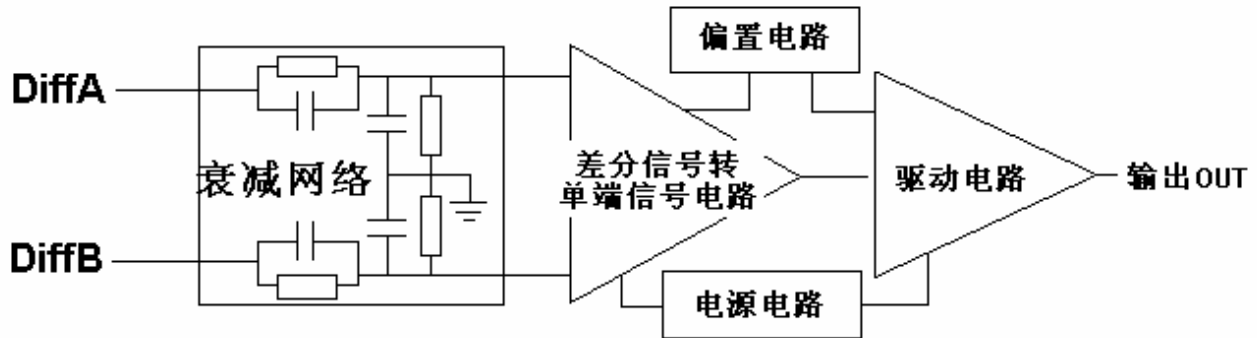

图6 差分探头常见原理框图
**带宽（通用）：**所有探头都有带宽。探头的带宽是指探头响应导致输出幅度下降到  $70.7\%$  ( $-3\text{ dB}$ ) 的频率，如图6所示。在选择示波器和示波器探头时，要认识到带宽在许多方面影响着测量精度。在幅度测量中，随着正弦波频率接近带宽极限，正弦波的幅度会变得日益衰减。在带宽极限上，正弦波的幅度会作为实际幅度的  $70.7\%$  进行测量。因此，为实现最大的幅度测量精度，必需选择带宽比计划测量的最高频率波形高几倍的示波器和探头。这同样适用于测量波形上升时间和下降时间。波形转换沿（如脉冲和方形波边沿）是由高频成分组成的。带宽极限使这些高频成分发生衰减，导致显示的转换慢于实际转换速度。为精确地测量上升时间和下降时间，使用的测量系统必需使用拥有充足的带宽，可以保持构成波形上升时间和下降时间的高频率成份。最常见的情况下，使用测量系统的上升时间时，系统的上升时间一般应该比要测量的上升时间快  $4-5$  倍。